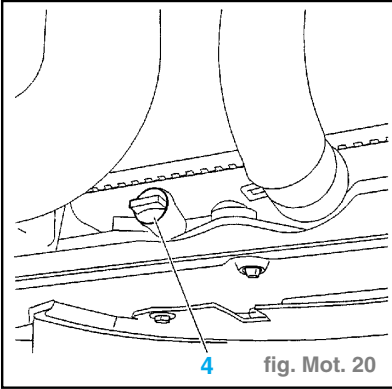

fig. Mot. 20
- Vidanger le radiateur en ouvrant la vis de vidange (4). (fig. Mot. 20)